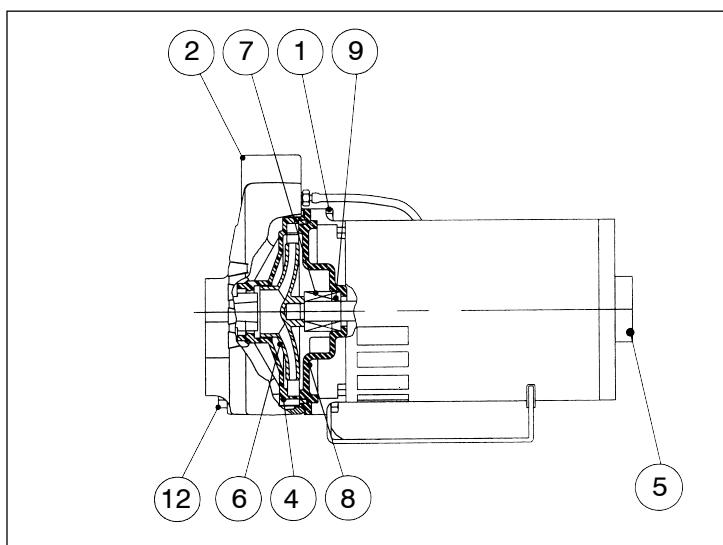

Fig. 4
b) **Reemplazo del sello mecánico: (Ver Fig. 4)**